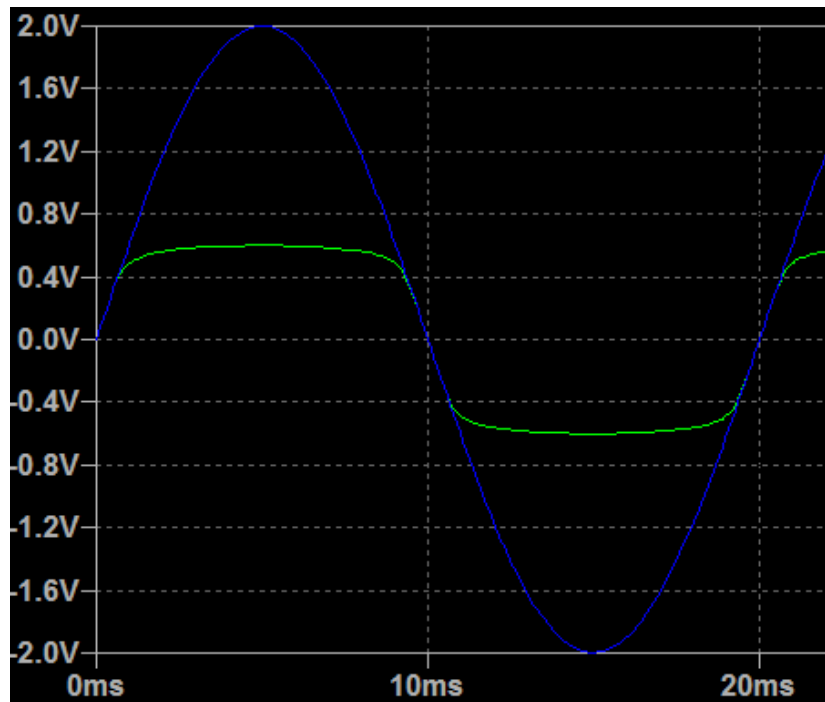

Рис. 4.2 Сигнал, отриманий при симуляції схеми. Вхідна напруга складає 2 В (синій графік вхідна напруга, зелений – вихідна).
3. Результат симуляції зображено на рис.4.2